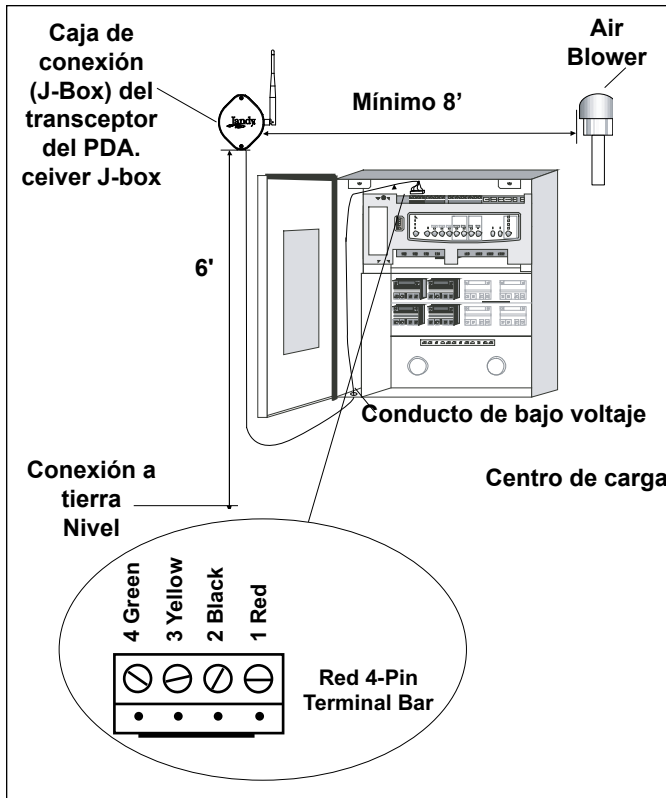

Figura 18. Instalación de la caja de conexión (J-Box) para exteriores del transceptor.
2. Instale la caja de conexión del transceptor para exteriores por lo menos a 6' de altura sobre el terreno y a 8' de un ventilador (véase Figura 18).